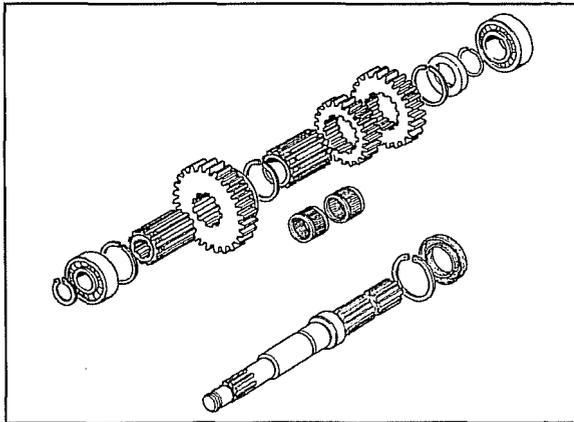

Abb. 19
8. Die Abb. 19 zeigt die Einzelteile, die auf der unabhängigen Zapfwelle montiert sind, in der richtigen Reihenfolge.